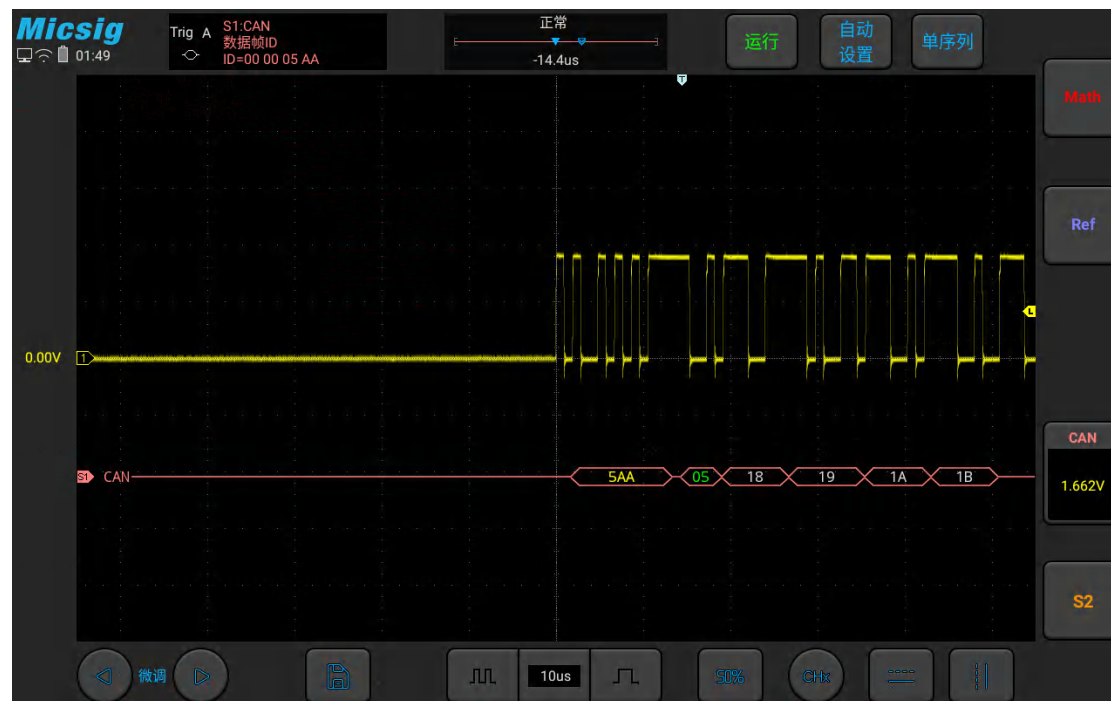

图11-16 CAN 图形界面
- (1) 轻点 S1 打开解码通道, 向左轻扫 S1 打开总线配置菜单;
- (2) 选择总线类型为“CAN”, 依次点选“Ch1”“CAN_H”“500kb/s”, 设置完成后点按空白区域关闭菜单;
- (3) 打开触发方式配置菜单, 点选“帧起始”;
- (4) 依据信号幅值调节阈值电平; CAN 触发图形界面见图 11-16: